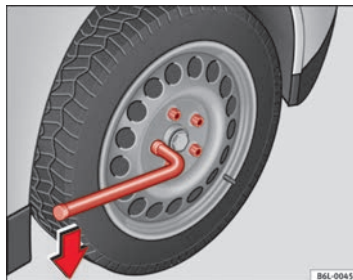

Fig. 145 Changement de roue : dévissez les vis de roue
- Attrapez la clé par l'extrémité et faites-lui faire environ un tour vers la **gauche** ⇒ fig. 145.